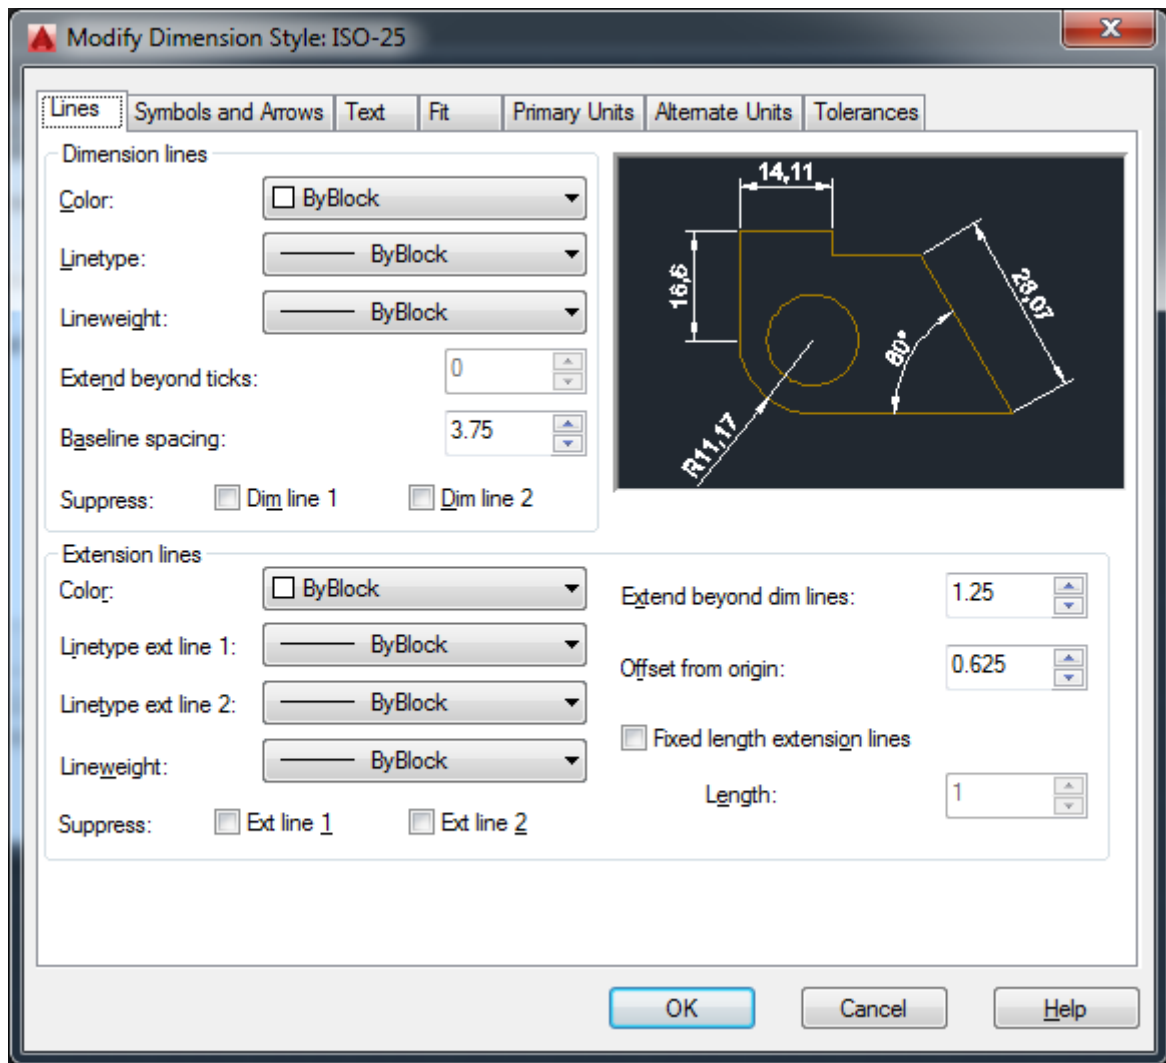

Рисунок 3.3 – Діалогове вікно вкладки Lines
**Вкладка Lines** (рис.3.3) дозволяє задати властивості розмірних та виносних ліній. Ця вкладка містить дві області: Dimension lines (Розмірні лінії), Extension lines (Виносні лінії). В області Dimension lines встановлюється: